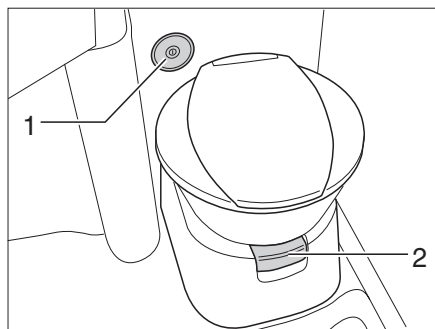
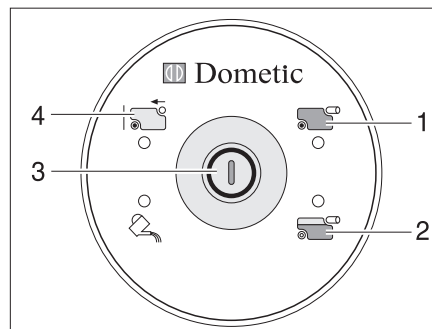

Fig. 280 Cuvette des toilettes avec unité de contrôle et de commande
Fig. 281 Unité de contrôle et de commande toilettes
Faire couler un peu d'eau dans la cuvette des toilettes avant de s'en servir. Appuyer pour ce faire sur le bouton de la chasse d'eau (Fig. 281,3) sur l'unité de contrôle et de commande (Fig. 280,2).
- Avant d'actionner la chasse d'eau, ouvrir le curseur des toilettes. Tirer pour cela sur le levier du curseur (Fig. 280,1).
- Pour actionner la chasse d'eau, appuyer sur le bouton (Fig. 281,3).
Le voyant de contrôle (Fig. 281,2) s'allume lorsque le réservoir pour matières fécales est au 3/4 plein.
Le voyant de contrôle (Fig. 281,1) s'allume lorsque le réservoir pour matières fécales doit être vidé.
- Ouvrir le curseur. Tirer pour cela sur le levier du curseur (Fig. 280,1).
- Enfoncer le levier du curseur (Fig. 280,1). Le curseur se ferme. Pour la vidange il **faut** que le curseur des toilettes soit fermé.
- Extraire et vidanger le réservoir pour matières fécales comme indiqué dans les paragraphes 11.8.4 et 11.8.5. Sur l'unité de contrôle et de commande est allumé l'indicateur "Réservoir pour matières fécales retiré" (Fig. 281,4).